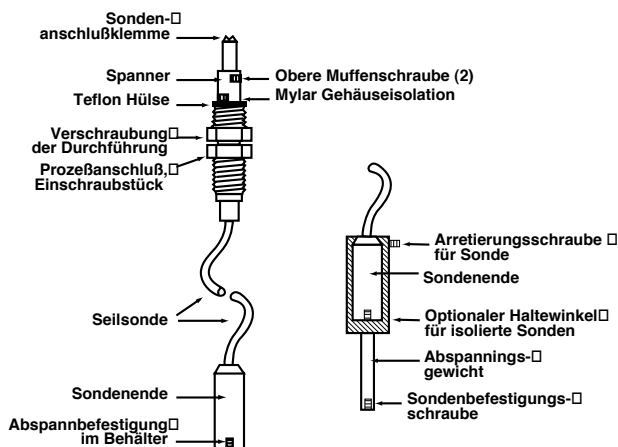

Abb.: 3 – Seilsondenmontage und Zusammenbau
1. Seilsonde und Einschraubstück zerlegen. Siehe Abb. 3.